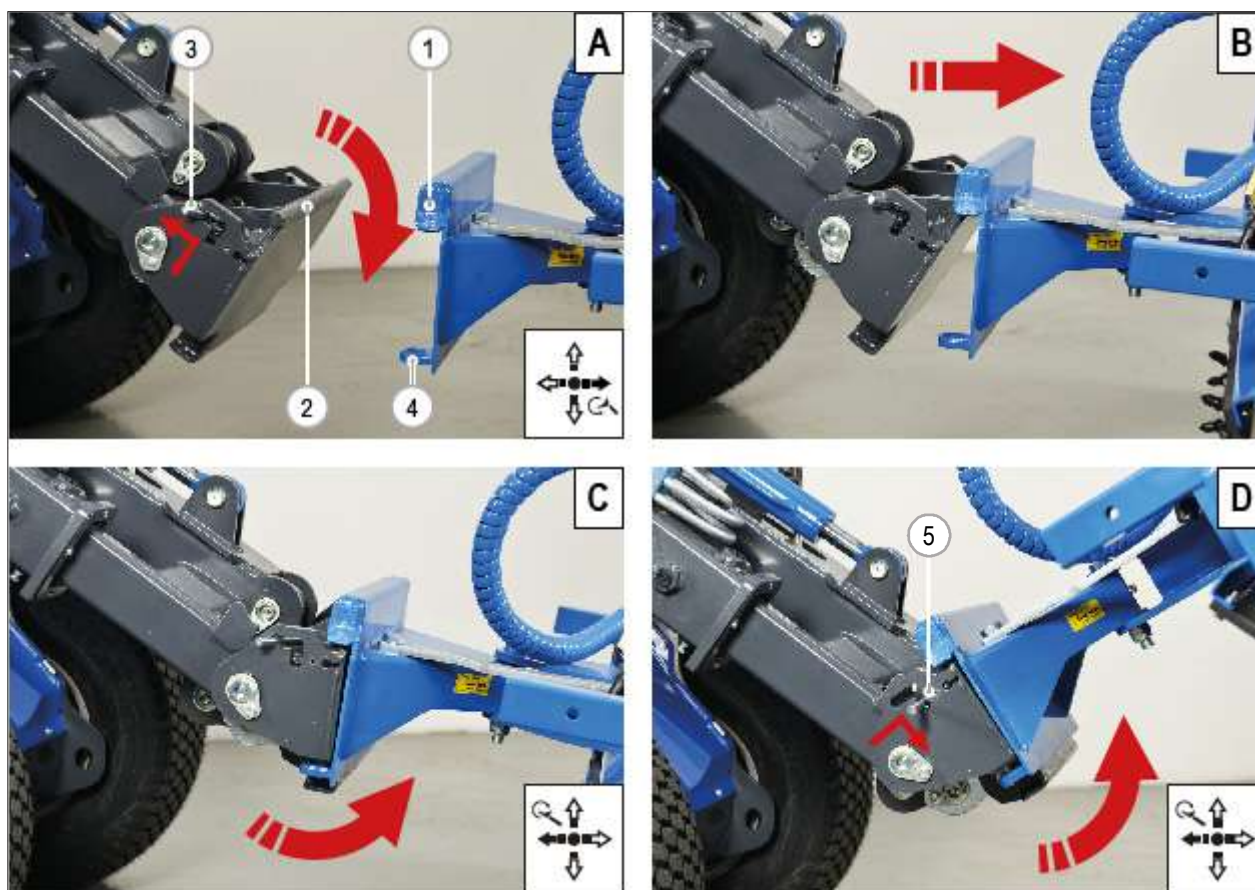

РИС. 34
- 2) Поднимите и отодвиньте два рычага (РИС. 34 - Сс. 3), расположенные на монтажной пластине, чтобы поднять запорные штифты.
- 5) Медленно двигайтесь к навесному оборудованию и совместите верхний край монтажной плиты машины (РИС. 34 - Сс. 2) и верхнюю кромку монтажной плиты навесного оборудования (РИС. 34 - Сс. 1). Установите верхний край монтажной плиты машины в верхнюю кромку монтажной плиты навесного оборудования (РИС. 34 - Сс. В).
- 6) Когда верхний край монтажной плиты машины будет в монтажной плите навесного оборудования, слегка поверните монтажную плиту машины назад, чтобы нижний край монтажной плиты занял соответствующее место на навесном оборудовании (РИС. 34 - Сс. С).
- 7) Продолжайте наклонять навесное оборудование назад, и запорные штифты (РИС. 34 - Сс. 5) автоматически защелкнутся в положение блокировки, закрепив навесное оборудование на машине.
- 8) Визуально проверьте, находятся ли запорные штифты (РИС. 34 - Сс. 5) в закрытом положении. В противном случае присоединение выполнено неправильно.
- 4) Медленно двигайтесь к навесному оборудованию и совместите верхний край монтажной плиты машины (РИС. 34 - Сс. 2) и верхнюю кромку монтажной плиты навесного оборудования (РИС. 34 - Сс. 1). Установите верхний край монтажной плиты машины в верхнюю кромку монтажной плиты навесного оборудования (РИС. 34 - Сс. В).
- 1) Поднимите и отодвиньте назад два рычага (**РИС. 34 - Сс. 3**) на монтажной плите для отсоединения двух запорных штоков.